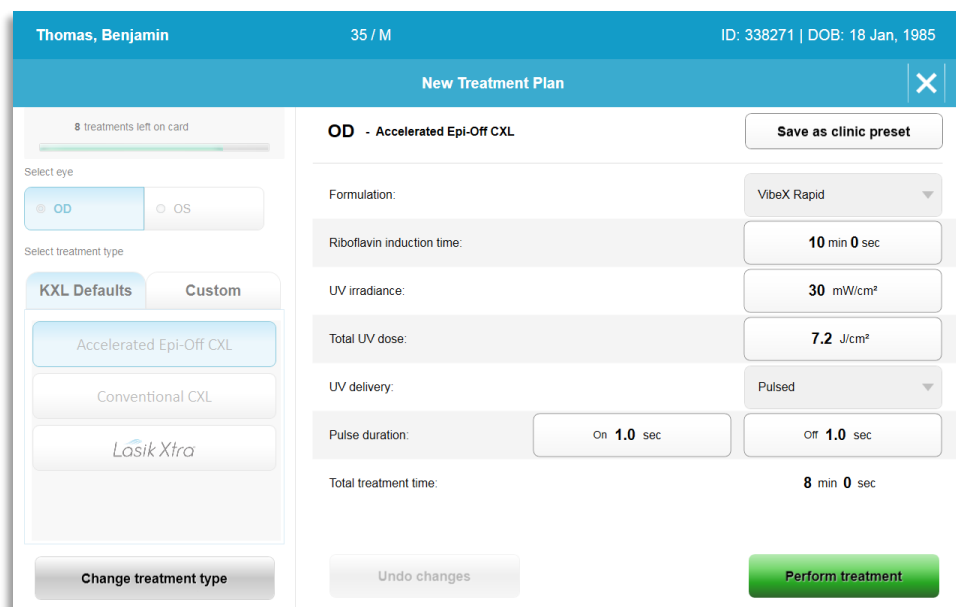

Figura 3-6. Esecuzione di un piano di trattamento predefinito
- Selezionare il piano di trattamento KXL predefinito, quindi selezionare “Perform treatment” (Esegui trattamento) per procedere come mostrato nella Figura 3-6.